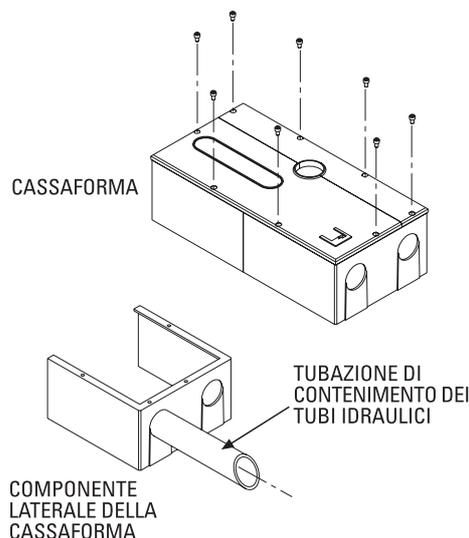
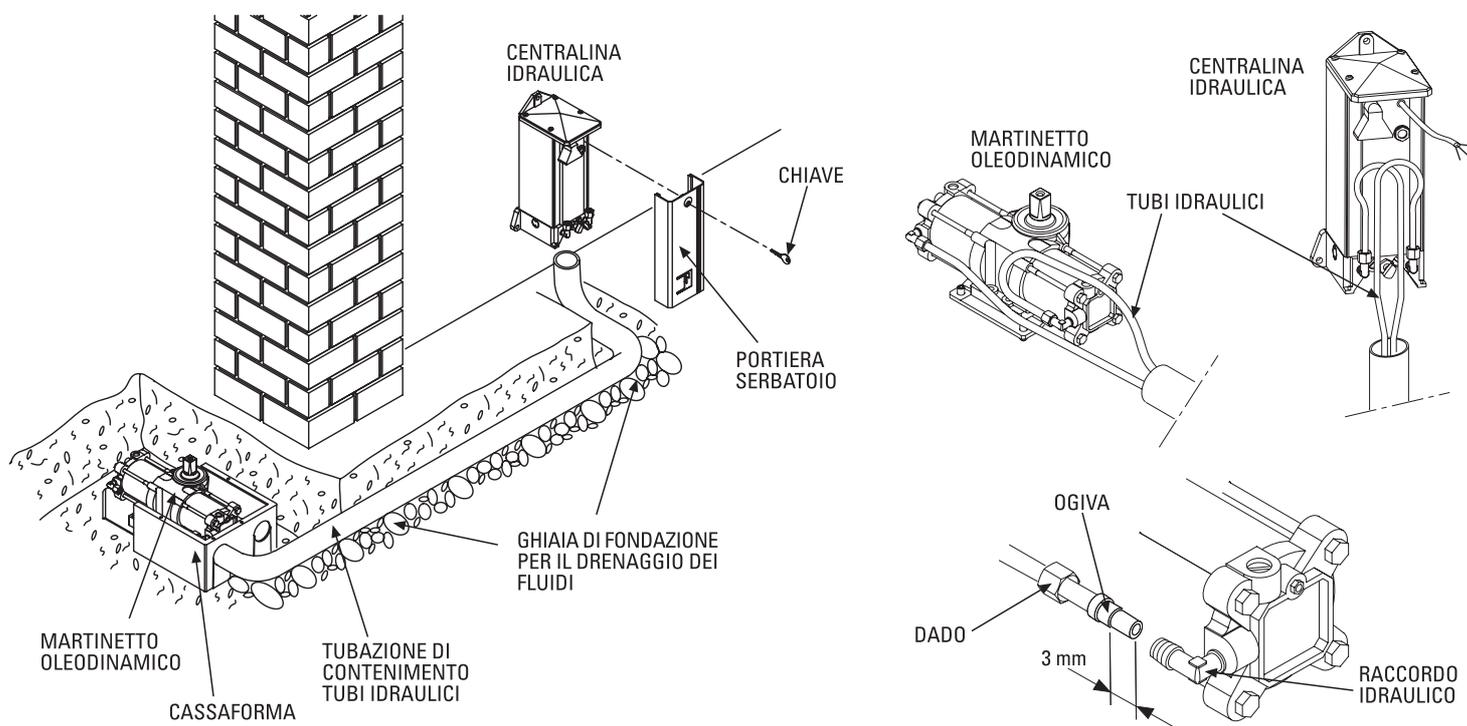

FIG. 10 ◀
FIG. 12
- Prima di eseguire i collegamenti idraulici, prendere la **Cassaforma** di contenimento, e dopo averla "sciolta" nei suoi elementi praticare un foro ad uno dei componenti laterali della cassaforma, delle dimensioni adatte all'inserimento di una Tubazione che contengano i **Tubi idraulici** che arrivano dalla **Centralina** (Fig.10 e Fig.12).
- Eseguire uno scavo di comunicazione tra il **Martinetto** e la **Centralina** (Fig. 12), adatto per una tubazione di collegamento che raccolga i tubi idraulici: le tubazioni vengono fornite a richiesta in un unico avvolgimento in rame, da sagomare secondo le esigenze di installazione.